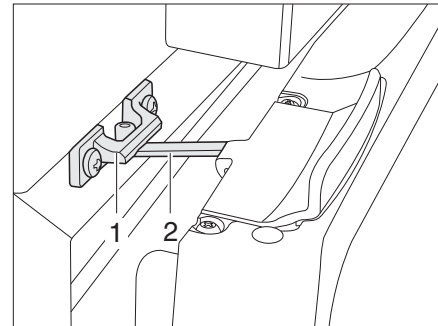

Fig. 223 Porte du réfrigérateur en position de ventilation (Thetford)
- Ouvrir le verrouillage (Fig. 223,2) et l'enclencher dans le logement de verrouillage (Fig. 223,1). La porte du réfrigérateur reste ainsi légèrement ouverte.